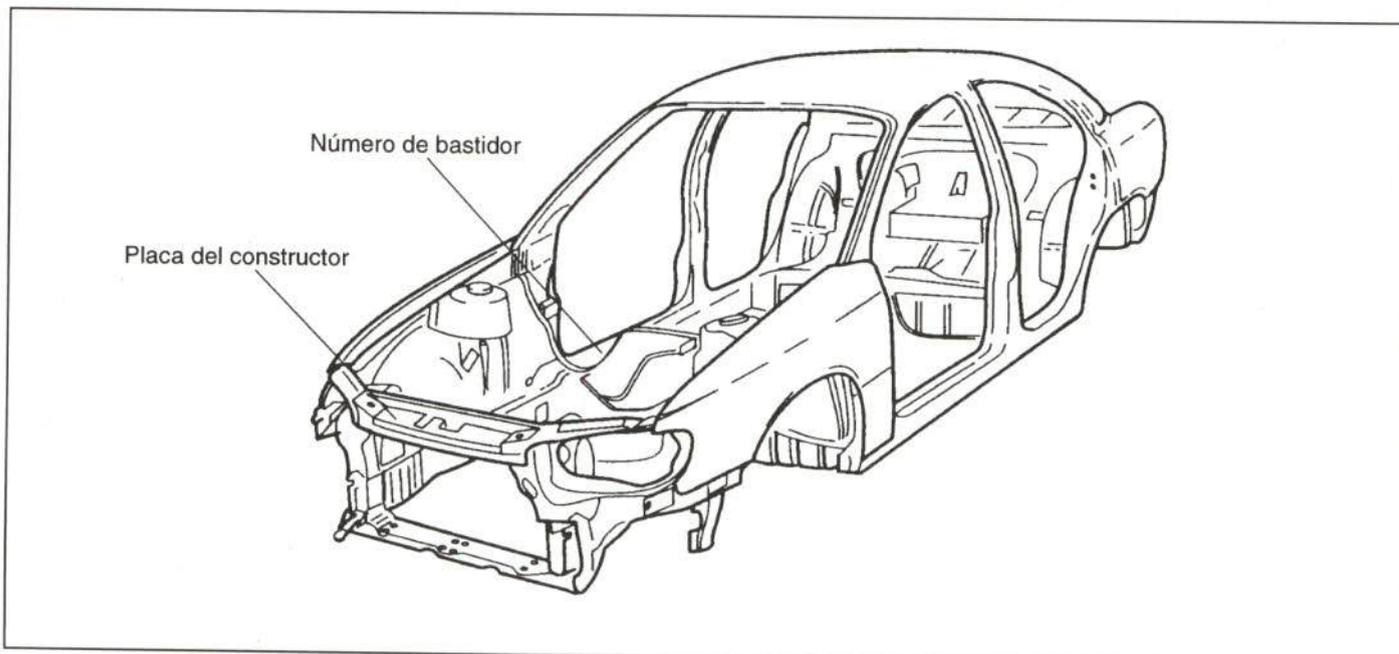

Figura 1.- Situación de las placas de identificación del vehículo
La situación de estas placas se refleja en la figura 1.
- **El número de bastidor** se encuentra troquelado en el piso, junto al asiento delantero derecho, oculto por una tapa (figura 1).
• La **placa del constructor** se encuentra situada en la parte superior del frente del vehículo, bajo el capó delantero (figura 1).